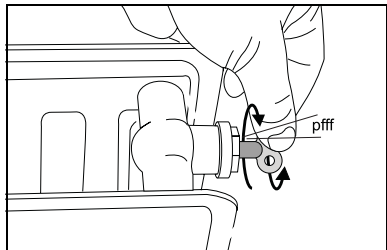

Fig. 16 Disaerare il radiatore
- Sfiatare l'impianto di riscaldamento mediante le valvole di sfogo aria dei radiatori. Iniziare l'operazione dal piano inferiore dell'edificio e proseguire con i piani più alti (fig. 16).